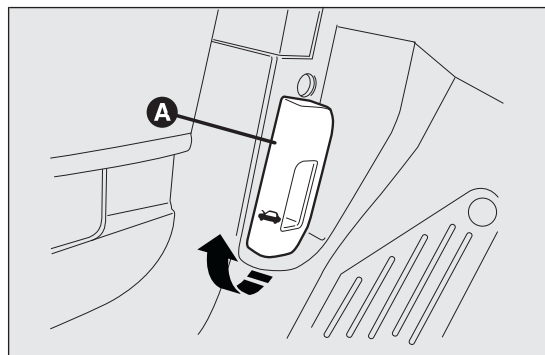

fig. 84
- ☐ tirar de la palanca A fig. 84 en el sentido indicado por la flecha;